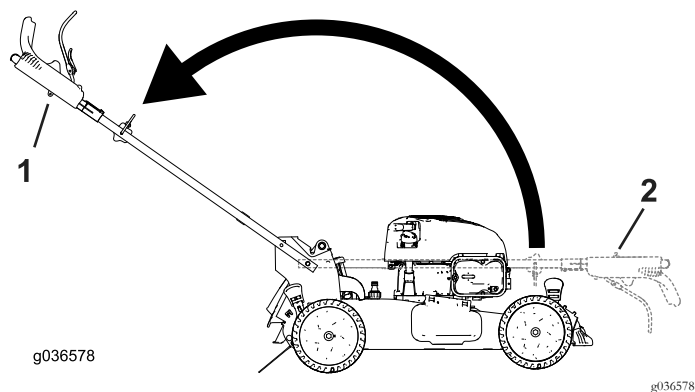

Figure 7
3. Dépliez le guidon en arrière à la position d'utilisation (Figure 7).